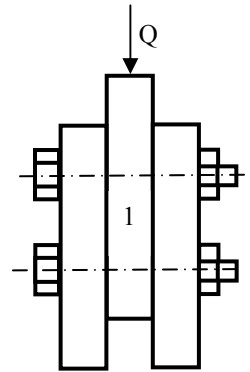

Рисунок 74
Пластина (1) удерживается между двумя другими (рисунок 74) за счет сил трения, создаваемых затяжкой двух болтов ($[\sigma]_p = 140$ МПа). Определить диаметр болтов, если нагрузка $Q = (3 + 0,2N_0)$ кН, коэффициент трения $f = 0,15$.